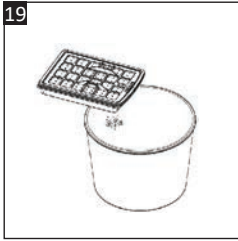

Рис. 19
5. Осторожно постучите фильтром HEPA (23) по мусорному ведру, чтобы удалить излишки пыли (Рис. 19).